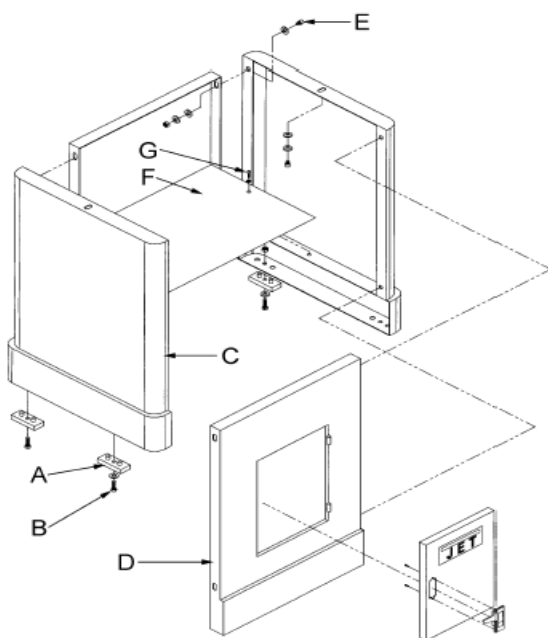

Fig 1
Montieren Sie die vier Gummifüße (A, Fig.1) auf die Untersatzseitenteile mittels der gemeinsam verpackten 4 Schrauben, 4 Scheiben und 4 Sechskantmutter.
Verbinden Sie die Seitenteile (C, Fig 1) mit dem Frontblech (D) mittels 4 Sechskantschrauben, 8 Scheiben, 4 Federscheiben und 4 Sechskantmuttern (E).